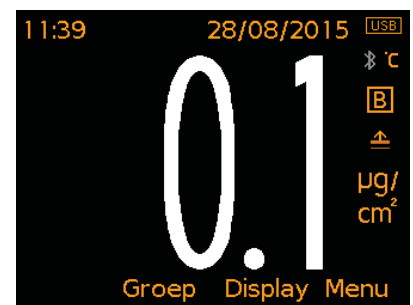

Fig. 1: Metingen x1
- **Metingen x1 (Fig. 1);** De meetwaarde wordt getoond voor het hele monster.